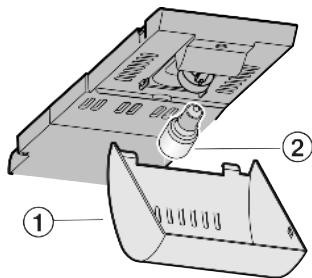

Fig. 14
- Возьмитесь за крышку Fig. 14 (1) спереди и снимите с крючка сзади.
- Лампу накаливания Fig. 14 (2) заменить.
- Снова наденьте крышку Fig. 14 (1).